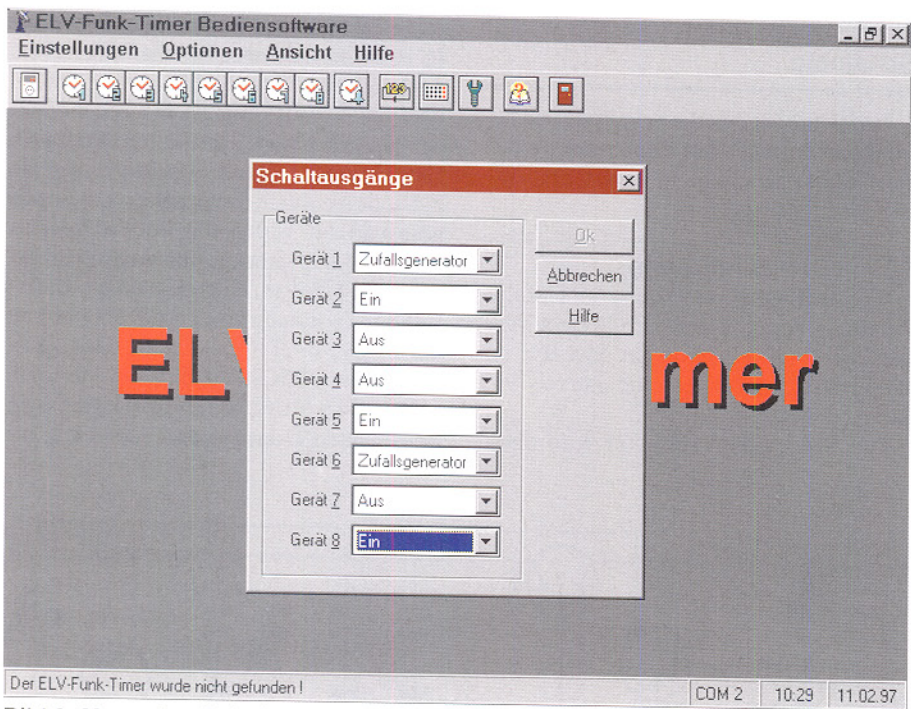

Bild 3: Manuelles Schalten der Empfänger
- manuelles Ein- bzw. Ausschalten der einzelnen Empfangssteckdosen (siehe Abbildung 3)